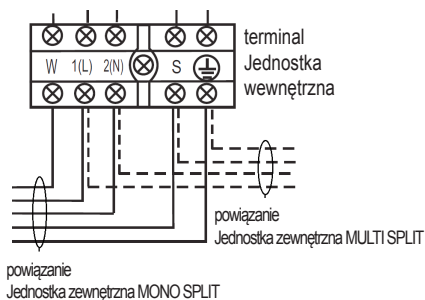

fig. 16 -
3. Wykonać podłączenia zgodnie ze schematami okablowania modułu "fig. 16 -".